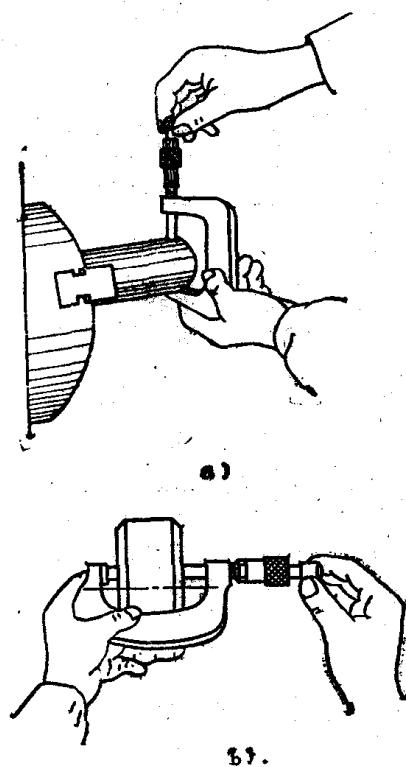

图1-14 千分尺使用方法
4) 左手握住尺架，右手大拇指和食指握住棘轮并使两测量面与工件外径保持垂直，然后转动棘轮并作轻微的摆动以便千分尺对准工件的直径，如图1-14 a所示。测量时最小读数值为工件的正确直径。千分尺还可用于测量工件的厚度尺寸，测量时测量面
与工件被测表面平行，测量方法如图1-14 b所示，最小读数值为工件的正确尺寸。厚度尺寸一般至少要测三点，以检查两端面是否平行。